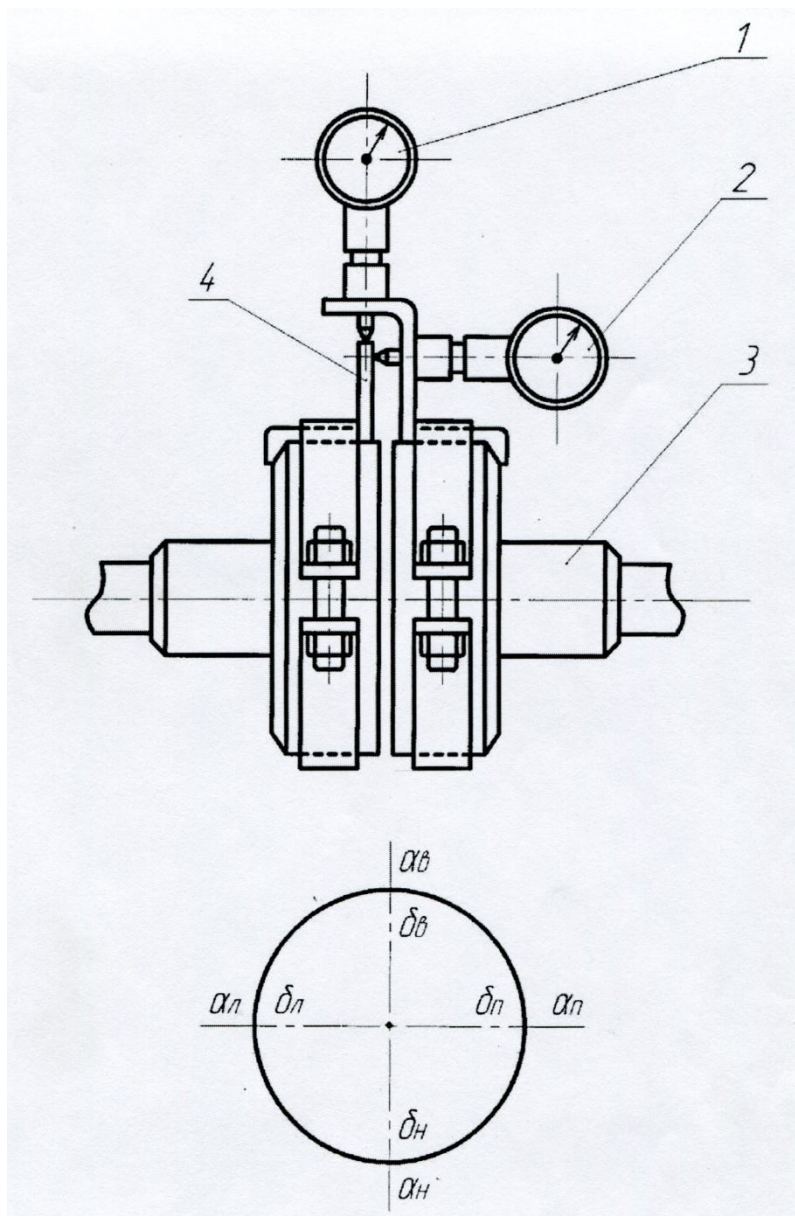

Рис. 9 Центровка полумуфт
4. Установить насос на технологическую площадку (рис. 9) с подпоркой фланца технологической опорой.